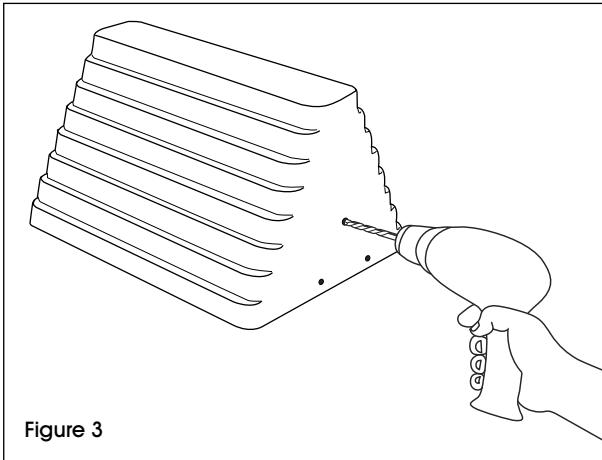

Figure 3
3. Set aside handle and use 5/16" bit to drill a hole at each of the three locations marked on wheel chock. (See Figure 3)
3. Mettez la poignée de côté et utilisez une mèche de 5/16 po pour percer un trou à chacun des trois emplacements marqués sur la cale à roues. (Voir Figure 3)